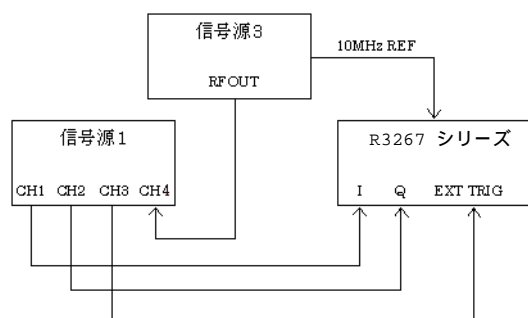

図 6-4 Baseband 信号測定接続図
1. R3267 シリーズと信号源を図 6-4 のように接続します。